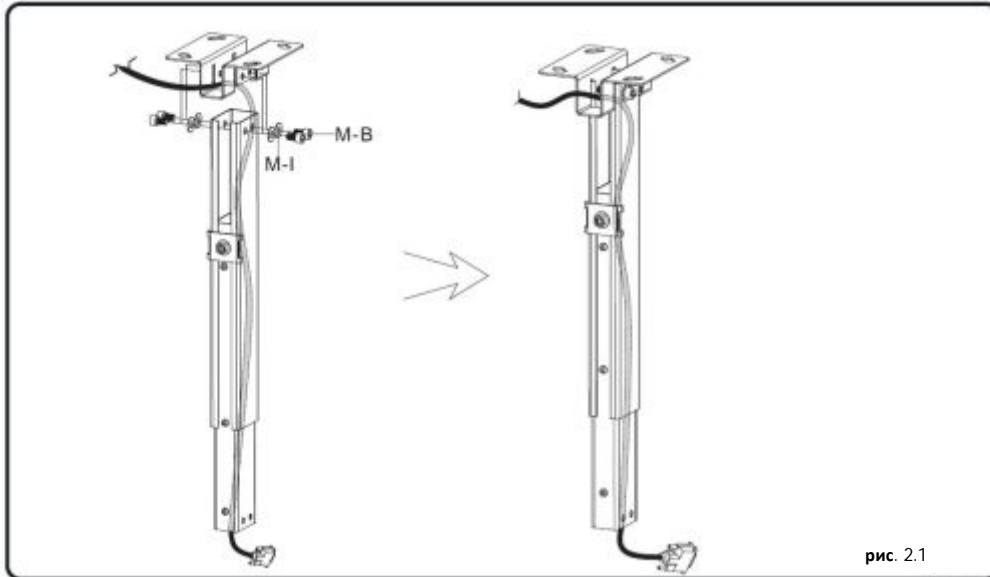

рис. 2.1
- Закрепить телескопическую штангу к потолочной пластине четырьмя винтами (M-B) с четырьмя шайбами (M-I), как показано на рис. 2.1.